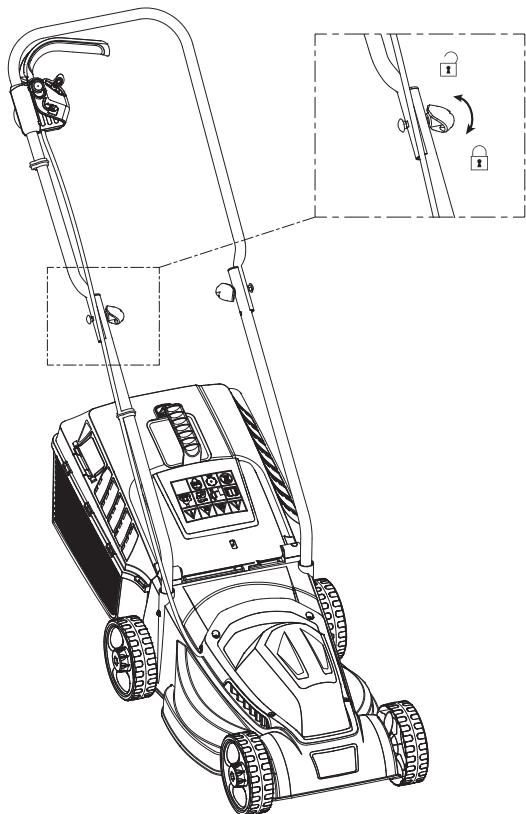

Fig. 11
1. Desconecte el enchufe del cable alargador y desenrosque las perillas (3b) en sentido antihorario para plegar el conjunto del mango cuando vaya a guardar el aparato (fig. 11 y 12).
2. Asegúrese de no comprimir el cable de alimentación (13), y después apriete las perillas (3b) en sentido horario.